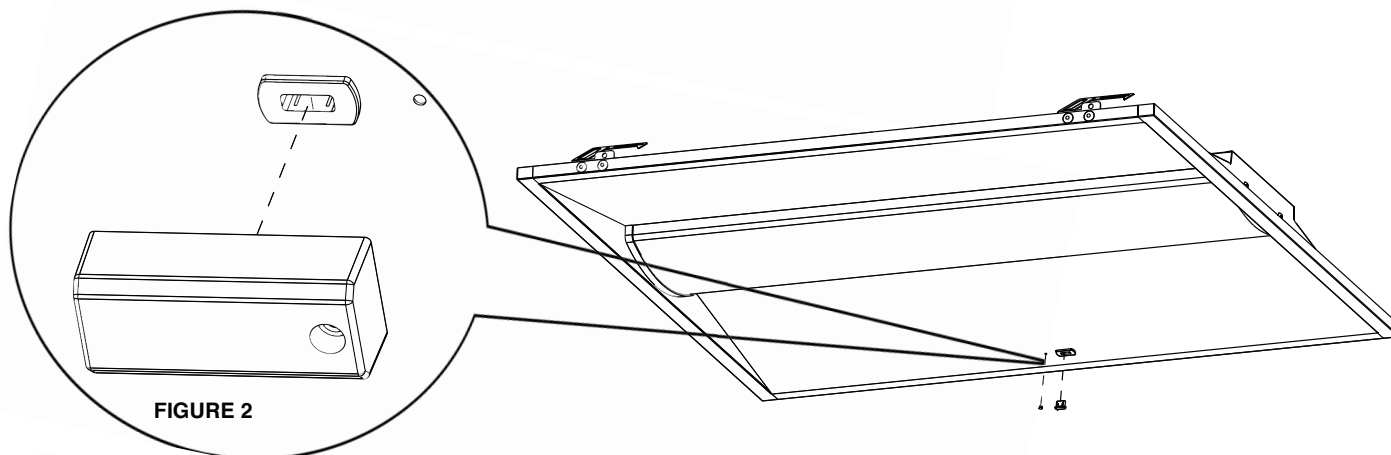

FIGURE 2
2. Brancher le c-Max™ dans le réceptacle USB-C par la connexion USB (voir **Fig. 2**).